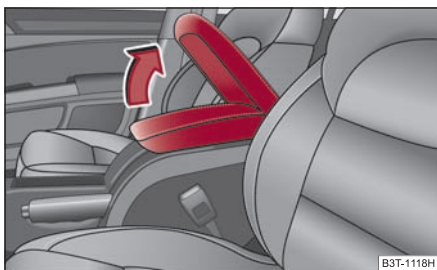

Fig. 115 Cotiera: Compartimentul de depozitare
- Deschideți capacul cotierei în sensul săgeții ⇒ fig. 115.